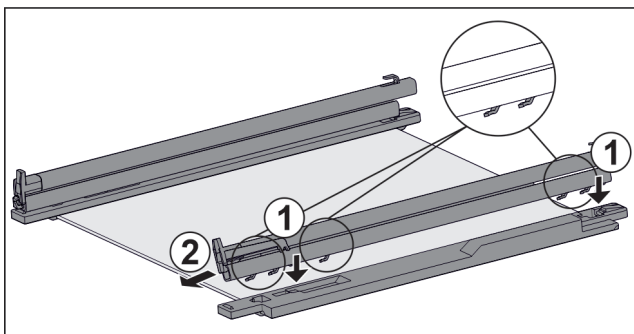

Fig. 57 Skleněná deska s kolejničkami a přídržnými díly
- ▶ Nasadte háčky kolejničky na otvory **levého** přídržného dílu. Fig. 57 (1)
- ▶ Vytáhněte kolejničku dopředu. Fig. 57 (2)
- ▶ Nasadte háčky kolejničky na otvory **pravého** přídržného dílu. Fig. 57 (1)